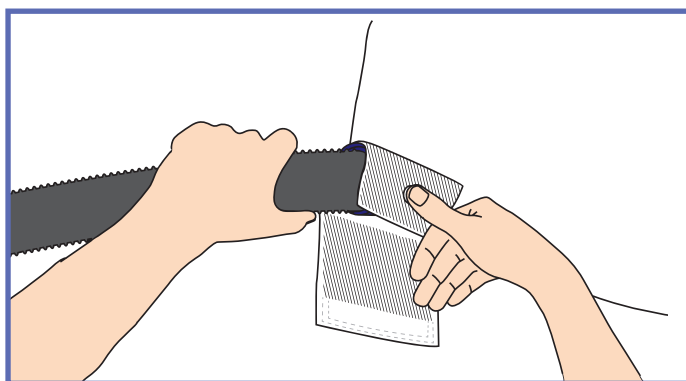

Fig. 3
- 2) Fije el botón de cierre a presión del colchón *Maxi Air* al botón de cierre a presión de la manguera neumática (consulte la "Fig. 3").